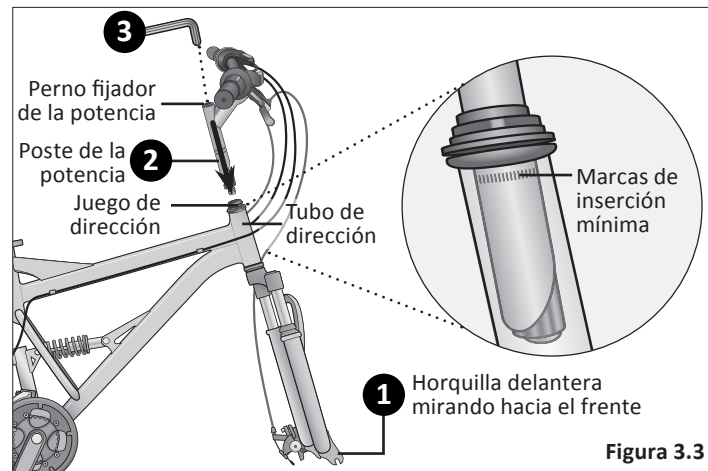

Figura 3.3
- 1 Gire la horquilla delantera para que mire hacia delante (es decir: la puntera de la horquilla está en la posición más adelantada). **Figura 3.3**